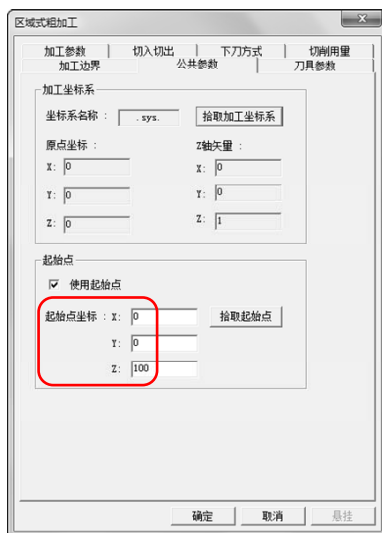

图 2-13 “公共参数”选项卡
6) 单击“公共参数”选项卡，勾选“使用起始点”，具体“起始点坐标”参数数值如图 2-13 所示。